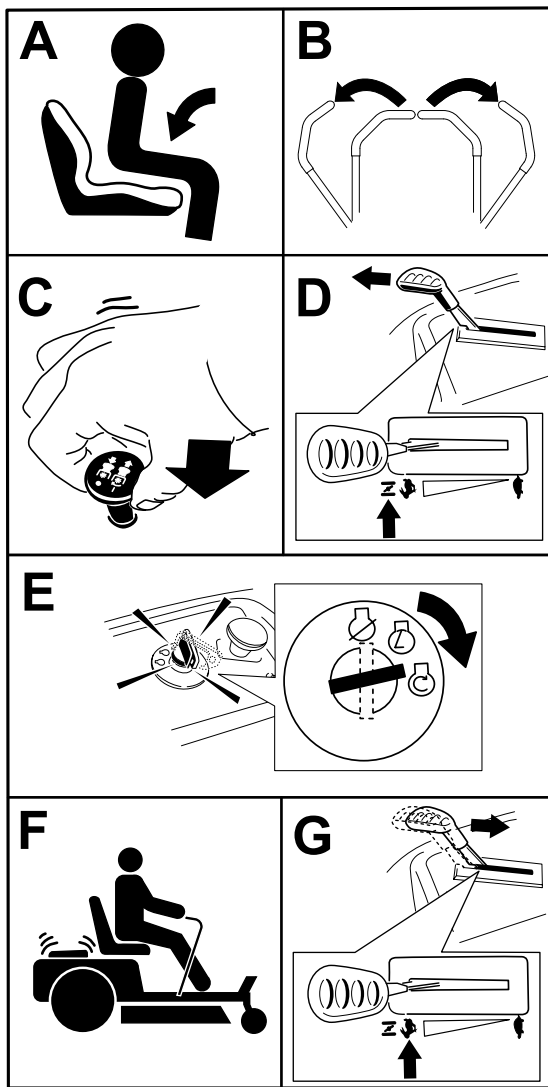

Figure 19
Remarque: Il peut être nécessaire de maintenir le levier contre la butée, en position starter, tout en essayant de démarrer le moteur (Figure 19).
1. Désengagez les lames en plaçant la commande des lames en position DÉSENGAGÉE (Figure 19).